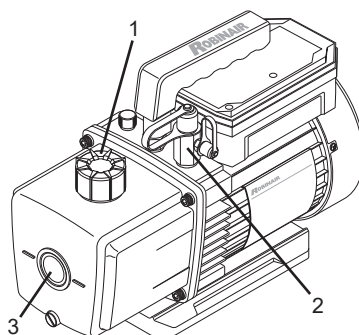
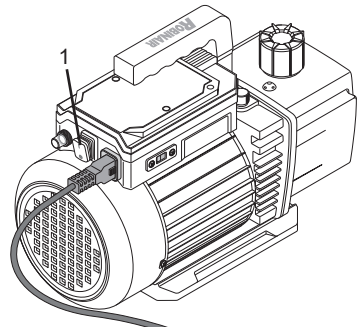

Figure 4
Figure 5
2. Retirer le bouchon d'évacuation/remplissage d'huile (1) (voir Figure 4).
3. Ajouter l'huile au réservoir d'huile jusqu'à ce que le niveau d'huile soit aligné avec les repères des deux côtés du regard (3) (voir Figure 4).
4. Remettre en place le bouchon d'évacuation/remplissage d'huile (1) (voir Figure 4).
5. Retirer un bouchon de l'orifice d'entrée (2) (voir Figure 4).
6. Brancher l'unité à la source d'alimentation électrique et mettre en marche la pompe à vide (1) (voir Figure 5).
8. Après une minute de fonctionnement de la pompe, arrêter la pompe (1) (voir Figure 5), vérifier le niveau d'huile dans le regard (3) (voir Figure 4) et faire l'appoint en huile si nécessaire.